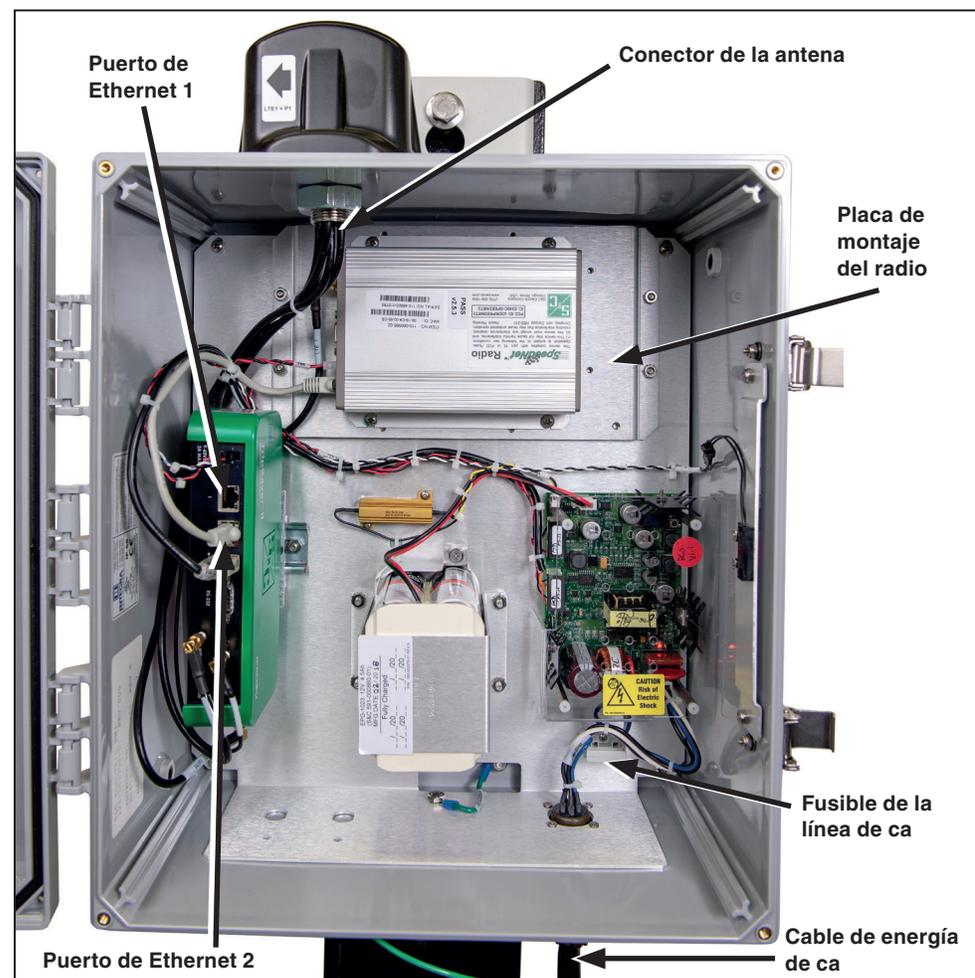

Figura 4. Instalación de un radio.
Un radio que proporciona capacidad de red en el área de campo para aplicaciones de SCADA, si es especificado, se suministra instalado de fábrica en el gateway de comunicaciones. Alternativamente, el cliente puede instalar un radio proporcionado por el mismo usuario. Vea la Figura 4.
PASO 1. Desconecte el cable de energía de ca conectado en el fondo del gateway y después desconecte el fusible de la línea de ca ubicado en el rincón derecho de la parte baja de la caja del gateway. Vea la Figura 4 en la página 12.
PASO 2. Remueva el radio de la red del área del campo existente. Vea la Figura 4 en la página 12.
- PASO 1.** Desconecte el cable de energía de ca conectado en el fondo del gateway y después desconecte el fusible de la línea de ca ubicado en el rincón derecho de la parte baja de la caja del gateway. Vea la Figura 4 en la página 12.
PASO 1. Desconecte el cable de energía de ca conectado en el fondo del gateway (Vea la Figura 2 en la página 9) y después desconecte el fusible de la línea de ca ubicado en el rincón derecho de la parte baja de la caja del gateway. Vea la Figura 4 en la página 12.
El gateway de comunicaciones tiene acceso vía una interfaz de un navegador de Red. Conecte una PC con un cable de Ethernet CAT5 al Puerto 1 de Ethernet del gateway de comunicaciones. Ver Figura 4 en la página 12. La configuración predeterminada de la dirección IP del gateway de comunicaciones es 192.168.1.1 con el DHCP ajustado en “Encendido”. Para unirse a la red del gateway de comunicaciones, ajuste la dirección de la red de la PC en “Obtain an IP Address Automatically” (“Obtener una Dirección IP Automáticamente”) y “Obtain DNS Server Address Automatically” (“Obtener una Dirección de Servidor DNS Automáticamente”) bajo los ajustes de la dirección LAN de la PC para habilitar una conexión de red con el gateway de comunicaciones. Alternativamente, se puede utilizar una dirección IP estática dentro de la red 192.168.1.x. Vea la Figura 9.